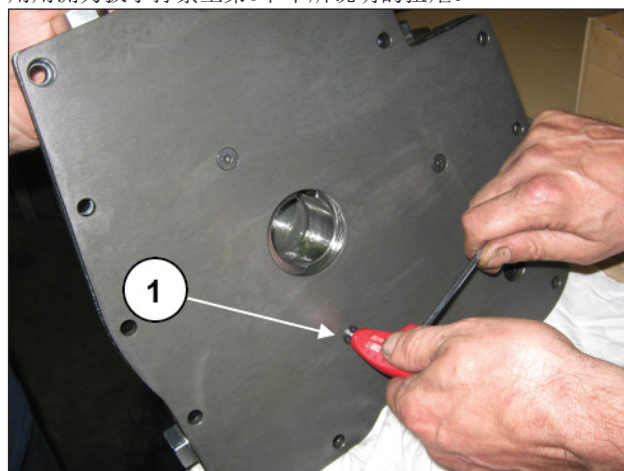

图 154
安装油泵体后板, 拧紧三个M6螺钉(位置①, 图 154), 并用测力扳手拧紧至第3节中所说明的扭矩。